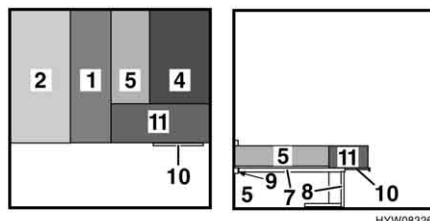

Fig. 32 Dopo la trasformazione
- Posizionare i cuscini dello schienale (Fig. 32,1 e 5) tra i due cuscini del divano (Fig. 32,2 e 4). Osservare la diversa lunghezza.
- Posizionare il cuscino aggiuntivo (Fig. 32,11) davanti al cuscino corto dello schienale (Fig. 32,5) e al cuscino corto del divano (Fig. 32,4).